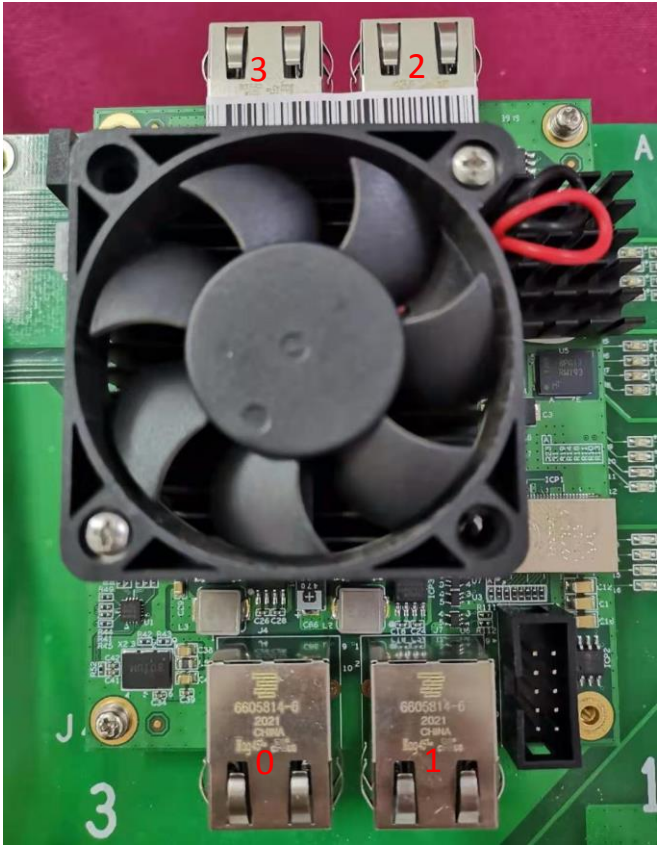

图 2-1 板卡图
- 1) 用下载线将编译工程的电脑连接图 2-1 的硬件开发板。